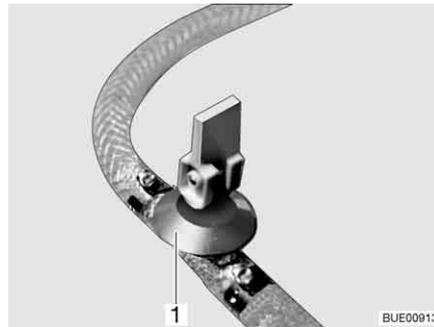
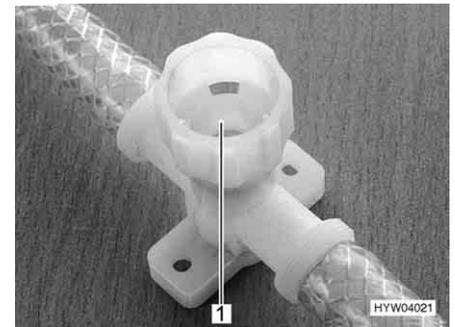

Fig. 210 Torneira de descarga (com alavanca basculante)
Fig. 211 Torneira de descarga (com tampa rotativa)
- Feche todas as torneiras de descarga. Para isso, coloque a alavanca basculante da torneira de descarga (Fig. 210,1) em posição horizontal ou gire a tampa da torneira de descarga (Fig. 211,1) no sentido dos ponteiros do relógio.